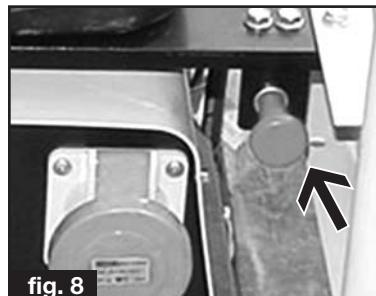

fig. 8
- 2) Versione W230: Tirare il pomello posto sul pannello comandi (vedi fig.8); attendere il completo spegnimento del motore; riportare la chiave sulla posizione "OFF".